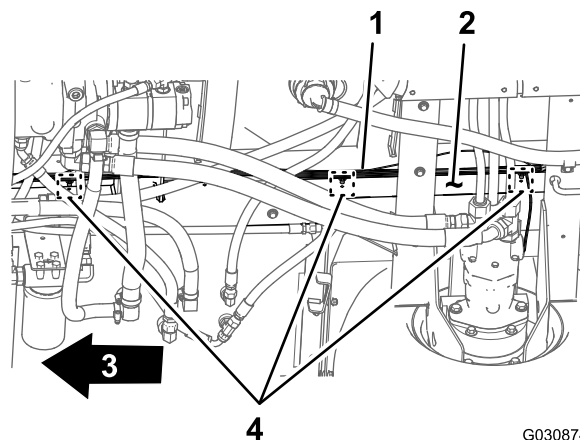

Figure 85
- Acheminez la branche de 165 cm (65 po) et la branche de 203 cm (80 po) du faisceau vers l'avant, le long du tube de cadre droit (Figure 85).
- Insérez les fixations enfichables de la branche de 203 cm (80 po) du faisceau arrière dans les trous du tube de cadre droit (Figure 85) à la place des fixations enfichables de l'ancien faisceau; voir l'opération 3 de Débranchement des faisceaux de câblage avant et arrière (page 15).